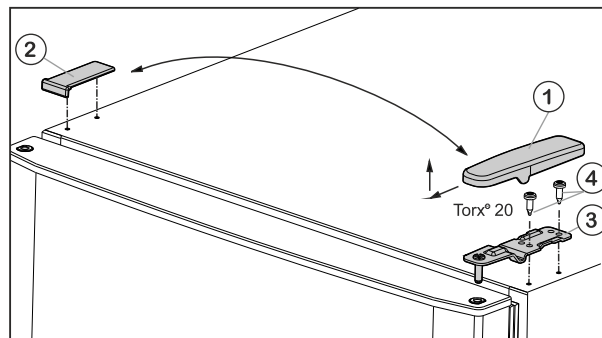

Fig. 5
- ▶ Skinite pokrov Fig. 5 (1) prema naprijed i gore.
- ▶ Podignite pokrov Fig. 5 (2).
- ▶ Odvijte gornji podložak ležaja Fig. 5 (3) (2 puta Torx® 20 Fig. 5 (4) i izvucite ga prema gore.
- ▶ Stavite gornja vrata na podložak ležaja u sredini (13).
- ▶ Umetnite gornji podložak ležaja Fig. 5 (3) na novu stranu šarke u vrata.
- ▶ Čvrsto pritegnite gornji podložak ležaja (s 4 Nm) (2 x Torx® 20) Fig. 5 (4). Po potrebi upotrijebite odvijač na baterije.
- ▶ Pokrov Fig. 5 (1) postavite izvana na suprotnoj strani tako da se fiksira.
- ▶ Pokrov Fig. 5 (2) postavite odozgo na suprotnoj strani tako da se fiksira.